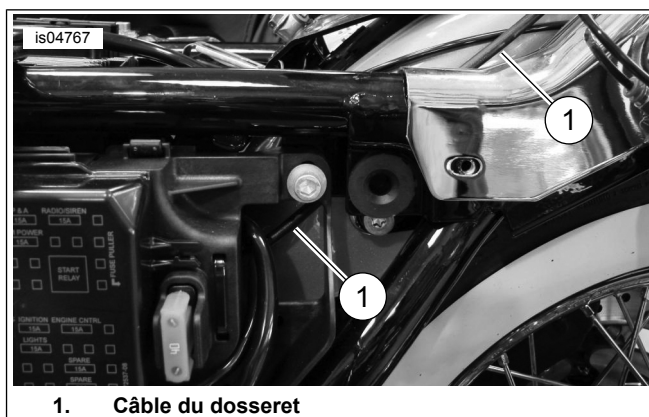

Figure 10. Acheminement des câbles du dossier
15. Consultez Figure 10. Acheminer le câble (1) entre le compartiment de la batterie et le boîtier à fusible/électrique. Il peut être nécessaire de desserrer le boîtier électrique pour ajuster le câble entre le cadre et le boîtier électrique. Continuer d'acheminer le câble (1) vers le haut depuis l'arrière du boîtier électrique entre le cadre et le garde-boue arrière, et enfin, jusqu'au dessus du garde-boue arrière et vers le support du dossier.
16. Consultez Figure 10. Terminer l'acheminement du câble (1) entre le compartiment de la batterie et le boîtier à fusible/électrique. Il peut être nécessaire de desserrer le boîtier électrique pour ajuster le câble entre le cadre et le boîtier électrique. Continuer d'acheminer le câble (1) vers le haut depuis l'arrière du boîtier électrique entre le cadre et le garde-boue arrière, et enfin, jusqu'au dessus du garde-boue arrière et vers le support du dossier.